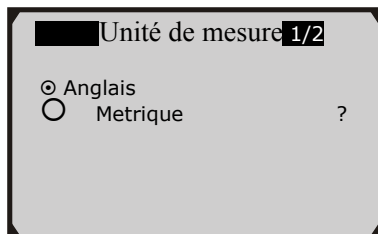

Figure 3.6
- 2) De l'écran **Unité de mesure**, utilisez le bouton de navigation **HAUT/BAS** pour sélectionner l'unité de mesure désirée. (Figure 3.6).